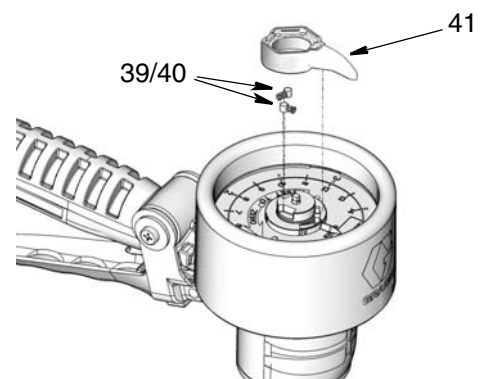

ABB. 24
5. Zeiger (41), Federn (39) und Stifte (40) wie in ABB. 24 gezeigt anbringen.